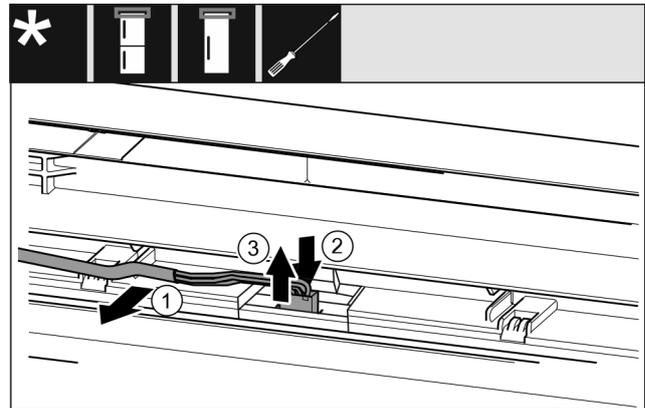

Fig. 11
- ▶ Soltar con cuidado el cable gris de la guía de la puerta. Fig. 11 (1)
- ▶ Presionar la lengüeta detrás del enchufe hacia atrás. Fig. 11 (2)
- ▶ Sacar el cable con cuidado tirando hacia arriba. Fig. 11 (3)